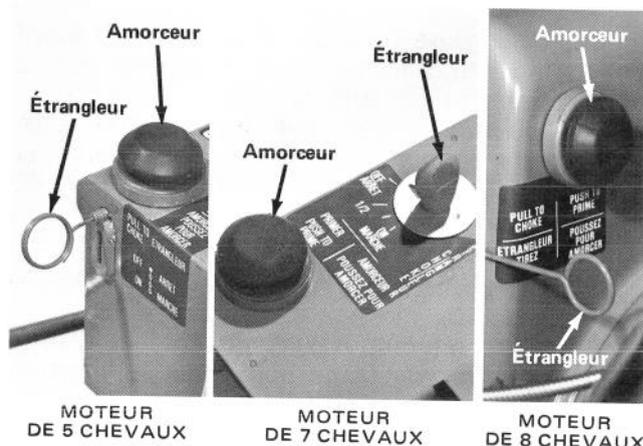

Figure 19
**Étrangleur (Fig. 19)** — L'étrangleur du moteur de 5 CV se trouve à l'arrière de la boîte de chauffage, celui des moteurs de 7 et 8 CV sur le dessus de la boîte de chauffage. Tirez à fond la manette de l'étrangleur (Full choke) pour mettre en marche le moteur froid. Au fur et à mesure que le moteur se réchauffe, repoussez petit à petit la manette de l'étrangleur.
**Amorceur (Fig. 19)** — Appuyez sur l'amorceur qui projette une petite quantité d'essence dans le moteur, pour faciliter la mise en marche par temps froid.